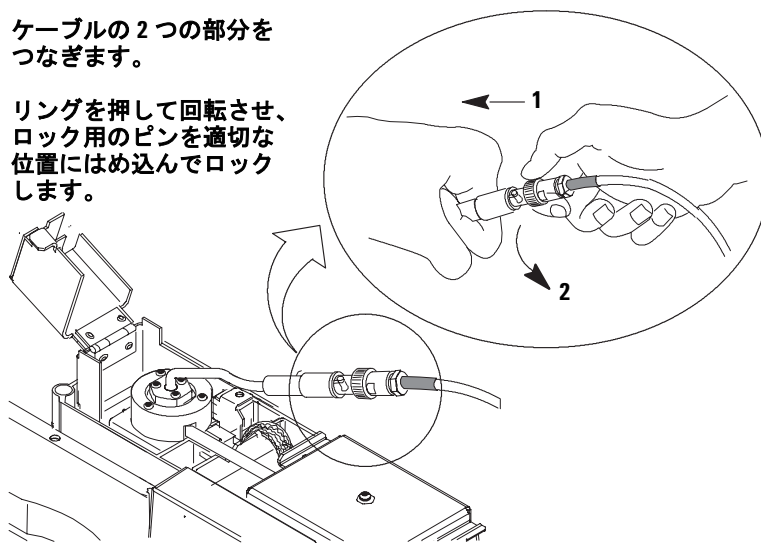

図 8 ビーズ アセンブリ ケーブルの接続
- 7 図 8 に示すように、ビーズ アセンブリ ケーブルを NPD ケーブルに再び接続します。リングをひねって接続部をロックします。